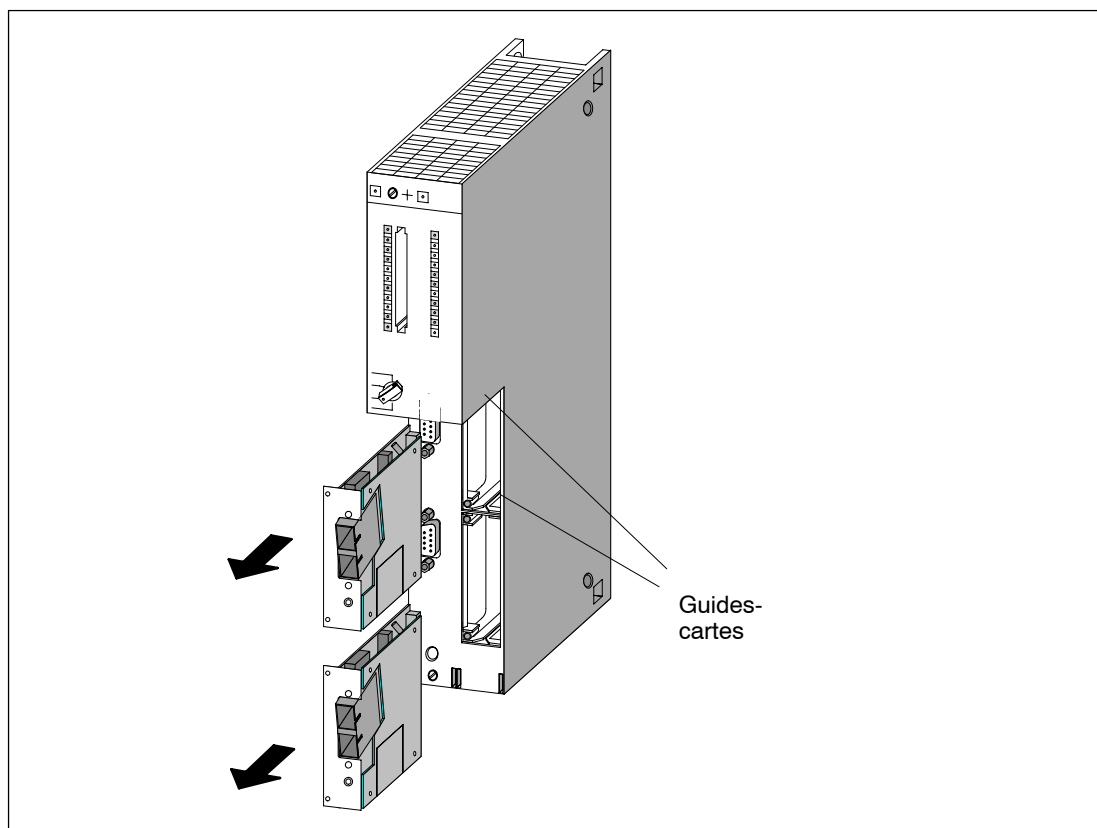

Figure 7-1 Débrochage de cartouches interfaces de la CPU
2. Coupez l'alimentation électrique (PS) (pas sur le module de synchronisation dans un système H).
5. Sortez lentement la cartouche interface du rail de guidage de son logement (voir la figure 7-1) en la tenant par les grands côtés de la plaque de façade.